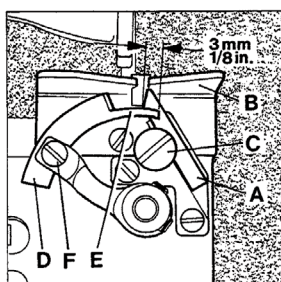

Fig. 11
Set the fixed knife (A, Fig. 11) so that its tip sits close to the underside of the throat plate (B). For adjustment loosen screw (C) and move knife up or down in its holder as required. Retighten screw.
Set the moving knife (D, Fig. 11) so that it just clears below the throat plate underside on its entire arc of travel. In the most open position of the knives the pilot (E) should overlap the fixed knife by 3 mm (1/8"). In cutting position of the knives the cutting edge of the moving knife should overlap the cutting edge of the fixed knife at least 1 mm (3/64"). For adjusting moving knife loosen screw (F) and set knife as required. Retighten screw.
Stellen Sie das feststehende Messer (A, Fig. 11) so, daß seine Spitze an der Stichplattenunterseite (B) anliegt. Zum Einstellen lösen Sie die Schraube (C) und schieben das Messer im Halter nach Bedarf nach oben oder unten. Ziehen Sie die Schraube wieder an.
Stellen Sie das bewegliche Messer (D, Fig. 11) so, daß es innerhalb seiner Schwingbewegung unter der Stichplattenunterseite gerade freigeht. Der Führungszapfen (E) soll in der am weitesten geöffneten Stellung der Messer das feststehende Messer 3 mm überlappen. In Schneidstellung muß die Schneide des beweglichen Messers mindestens 1 mm überlappen. Zum Einstellen des beweglichen Messers lösen Sie die Schraube (F) und stellen das Messer entsprechend ein. Ziehen Sie die Schraube wieder an.